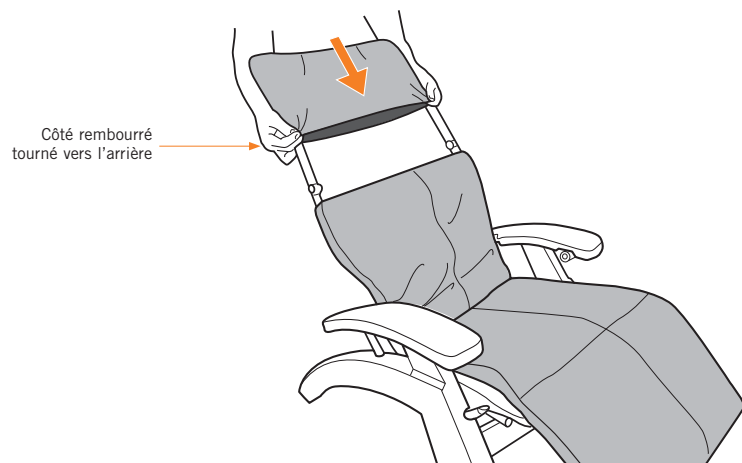

Fig.8
1. Glissez la housse de tête sur le cadre d'appui-tête, avec le côté rembourré faisant face au l'arrière (Fig.8).